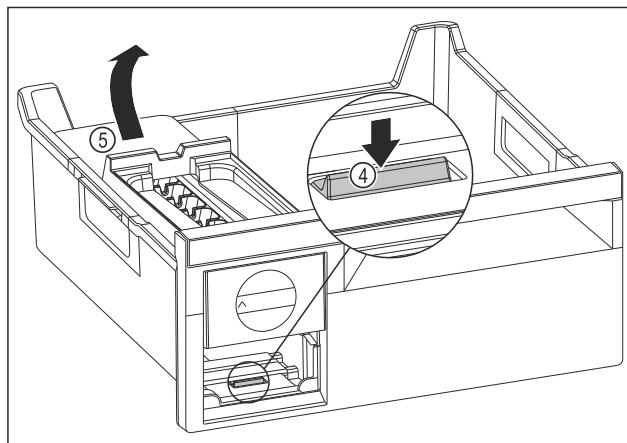

Fig. 131
- Вийняти корпус EasyTwist-Ice: натиснути накладку Fig. 131 (4) пальцем вниз і одночасно підняти корпус EasyTwist-Ice Fig. 131 (5) ззаду іншою рукою.